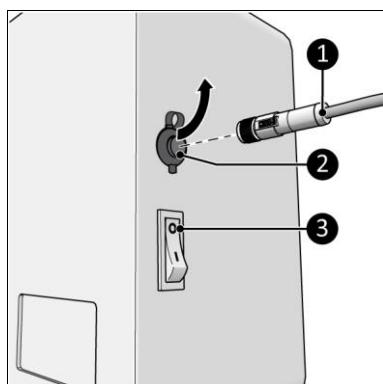

Figura 12
1. Asigurați-vă că întrerupătorul ON/OFF (PORNIT/OPRIT) se află în poziția OFF (OPRIT) (Figura 12, poz. 3).
2. Cuplați conectorul senzorului de temperatură (Figura 12, poz. 1) la mufa senzorului (Figura 12, poz. 1).
2. Setați întrerupătorul ON/OFF (PORNIT/OPRIT) în poziția OFF (OPRIT) (Figura 12, poz. 3).